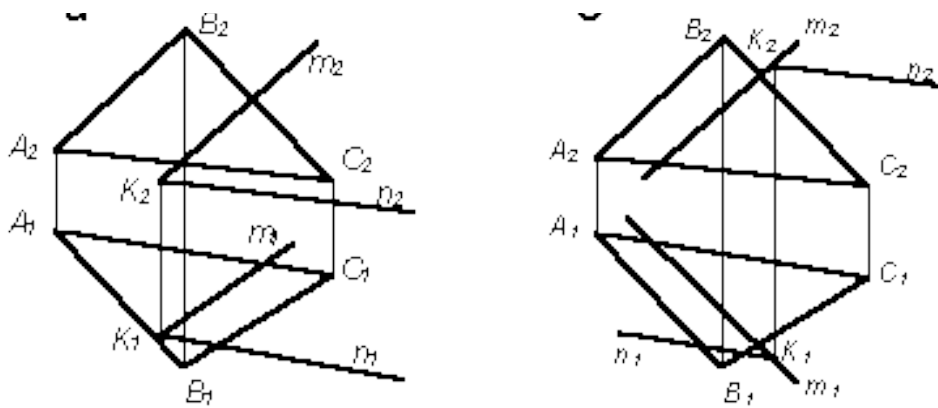

Рис. 4
5. На каком из чертежей (рис. 4) плоскость  $\Sigma$  ( $\Delta ABC$ ) параллельна плоскости  $P(m \perp n)$ .